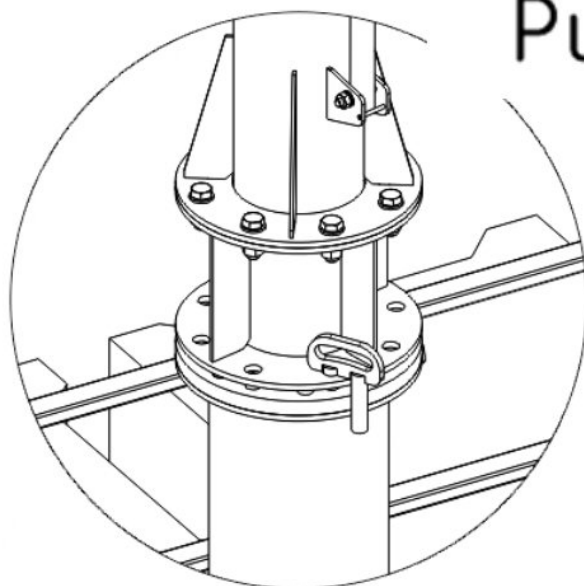

Рис. 4
- 2) Для фиксации в рабочем положении с регулировкой максимального угла поворота фиксатор вставляется короткой стороной в отверстие фланца стойки. Предварительно необходимо выбрать нужное отверстие, определяющее максимальный угол поворота (рис. 4).